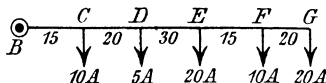

Abb. 266. Verteilungsleitung zu Aufgabe 329.
**329.** Einer Verteilungsleitung wird im Punkt  $B$  Strom zugeführt, der in den Punkten  $C, D, E, F, G$  in den in Abb. 266 angegebenen Stromstärken gebraucht wird. Die zwischen den